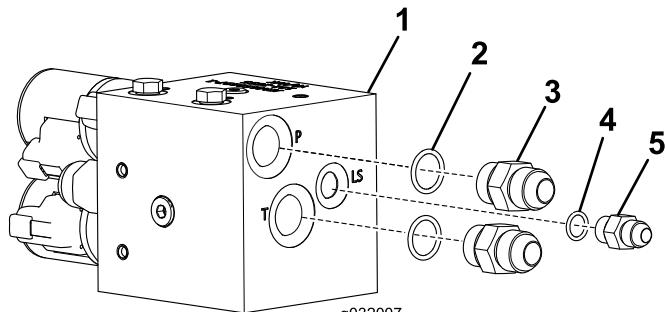

Figura 1
- Instale el acoplamiento recto pequeño y los 2 acoplamientos rectos grandes en la válvula de solenoide, según se muestra en Figura 1.